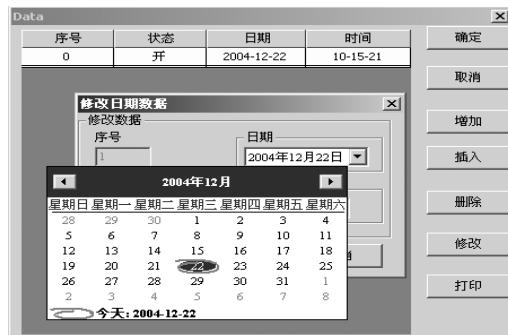

图 3.23 增加一个时间
增加：当您需要增加一个时间时，请点击“增加”按钮，出现对话框，如图 3.23 所示，用鼠标点选开关设置的状态 ON/OFF，然后设置开关的日期和时间，再点击“确认”按钮，即可增加一条时间记录。
在此需要指出的是QUICK II为您提供了最佳的日期设定方式，您只需用鼠标点击一次日期栏右边的下翻箭头，即出现一张万年历图表，如图3.23所示，您可在该万年历上任意选择您要设定的日期，点击确认后，即可完成日期的设定。所以，FAB可实现的控制是实时的，而且是没有限定的。
- 插入：当您需要在已有的时间设定组合中，某个时间前插入一个时间时，请先将光标置于该时间上，点击“插入”按钮，出现对话框如图3.23所示，用鼠标点选开关设置的状态ON/OFF，然后设置开关的时间和日期，再点击“确认”按钮，设定完毕。
- 修改：当您想修改某个时间时，请先将光标置于该条时间记录上，然后点击“修改”按钮，随之出现类似于图3.23的时间设定画面，重新设定开关状态、日期和时间后，点击“确认”按钮，即可修改该条时间记录。